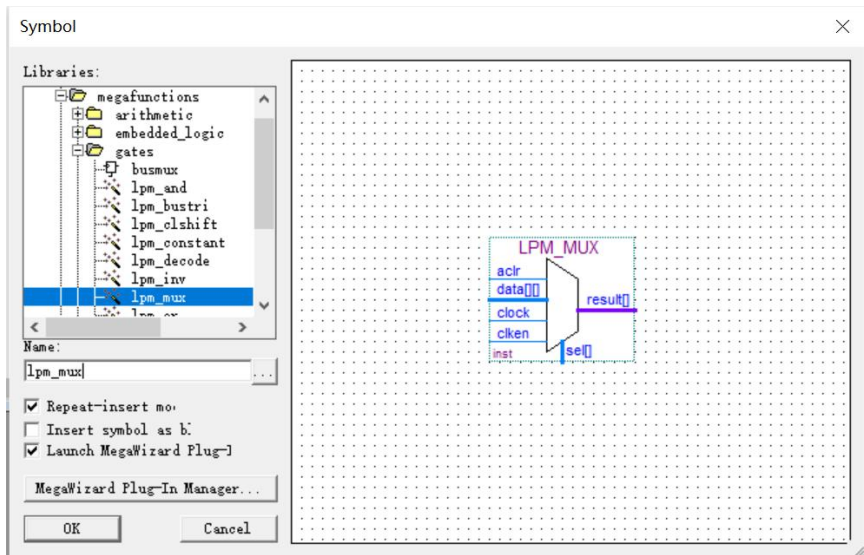
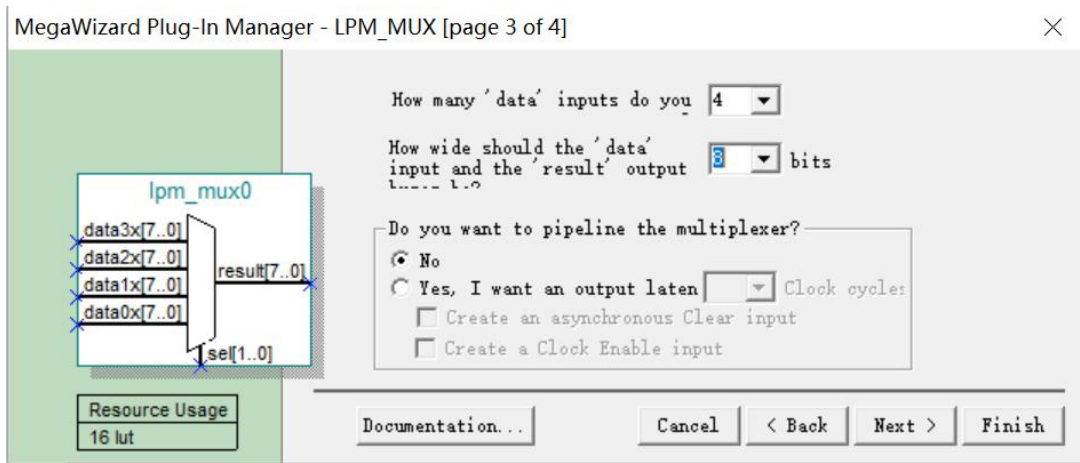

图 4-4
图 4-5
4、在 BUS.bdf 文件中插入多路开关 lpm_mux 元件，点击工具栏上的按钮，进入元件库，在 Name 中输入 lpm_mux，如图 4-4 所示，点击 OK，然后完成如图 4-5 所示向导页面的设置，其他默认即可。